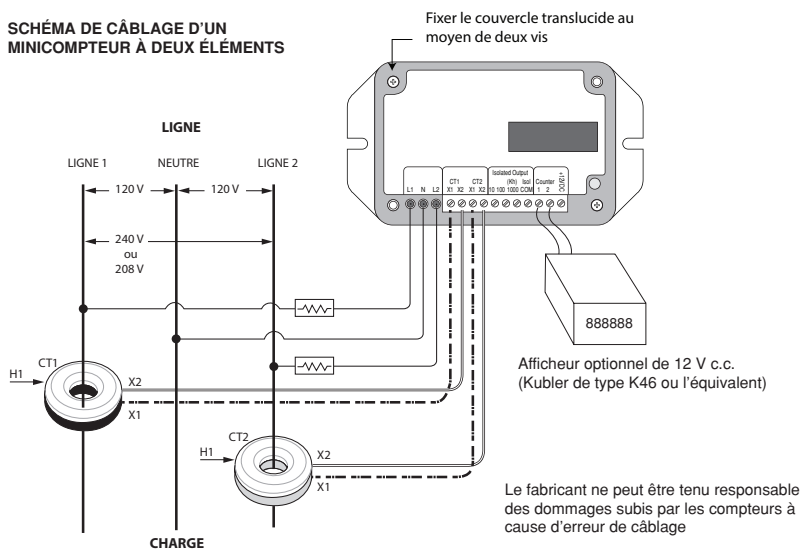

Figure 5 - Schémas de câblage de minicompteurs à un ou à deux éléments
5. En suivant tous les codes locaux et nationaux de l'électricité, connecter les fils aux bons emplacements dans le panneau. Les raccords devraient être solides, mais pas trop serrés, puisqu'ils pourraient comprimer et affaiblir les conducteurs. On trouve des schémas de câblage à la figure 5.
REMARQUE : si on n'oriente pas les CT de la bonne façon ou si on ne les installe pas sur la bonne phase, on obtiendra des lectures erronées. On peut voir à la figure 5 les schémas de câblage des minicompteurs.